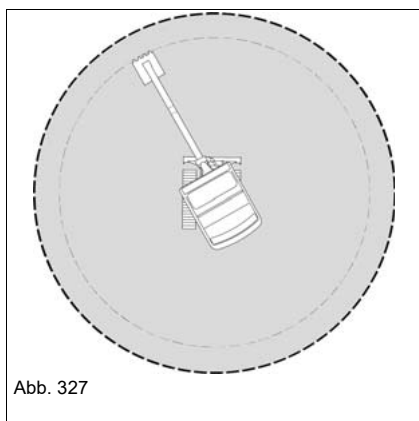

Abb. 327
- ▶ Telechassi ej inkört (SU).
- ▶ Armsystemet måste stå rakt i förhållande till förarhytten - se Bild 327